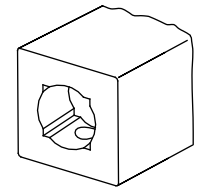

**FIGURE 4**
**4** Inserte un conector cuadrado en la cavidad de la pata, con el extremo ranurado hacia afuera. Deslice una arandela de seguridad (6E) por un tornillo M5x50 mm de cabeza semiesférica (6J) e insértelo en el orificio en el centro del conector cuadrado (6C), enroscándolo en el toallero (5).
**6** Insert the Locator Pins into the round holes in the end of the Horizontal Support Tubes (4) so that the points face out and the shoulder is flush with the Horizontal Support Tube. (see Figure 4)